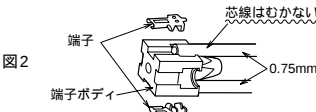

図2 端子
5. 端子ボディから端子をはずし、(端子は3個入っていますが、向い合っている2番と3番を使用します。)図2のように芯線を端子ボディにのせます。